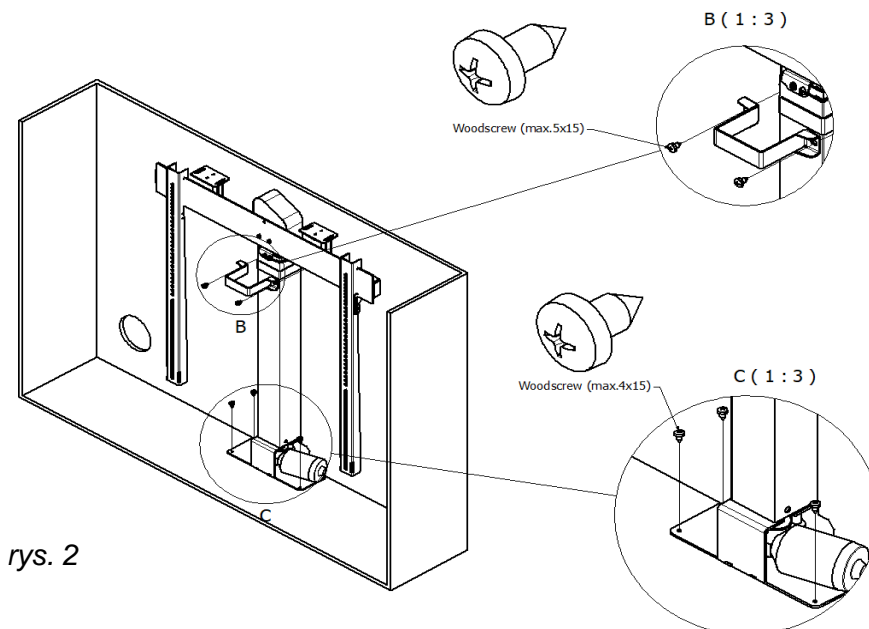

rys. 1
1. Montaż uchwytów klapy należy przeprowadzić zgodnie z rys. 1. Dodatkowe otwory umożliwiają regulację.